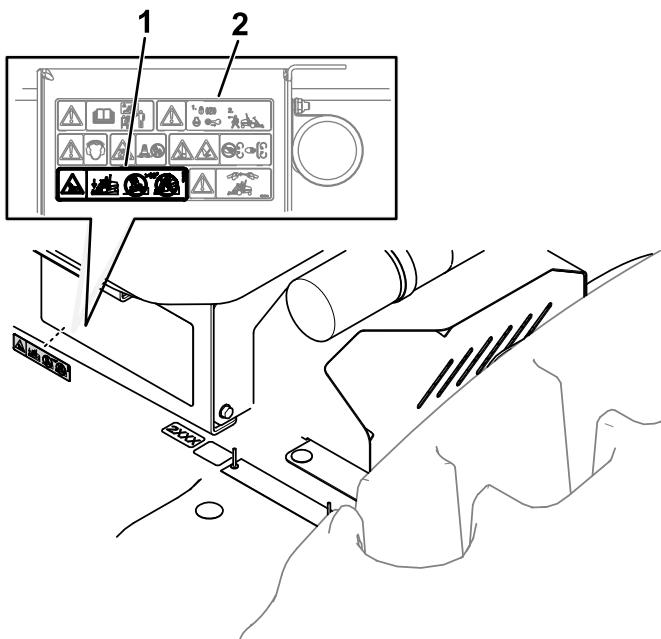

Figure 14
3. À apposer à l'emplacement prévu sur l'autocollant de sécurité, comme montré à la Figure 14.
Important: Assurez-vous que la surface d'application montrée à la Figure 14 est propre et sèche, avant d'apposer l'autocollant.